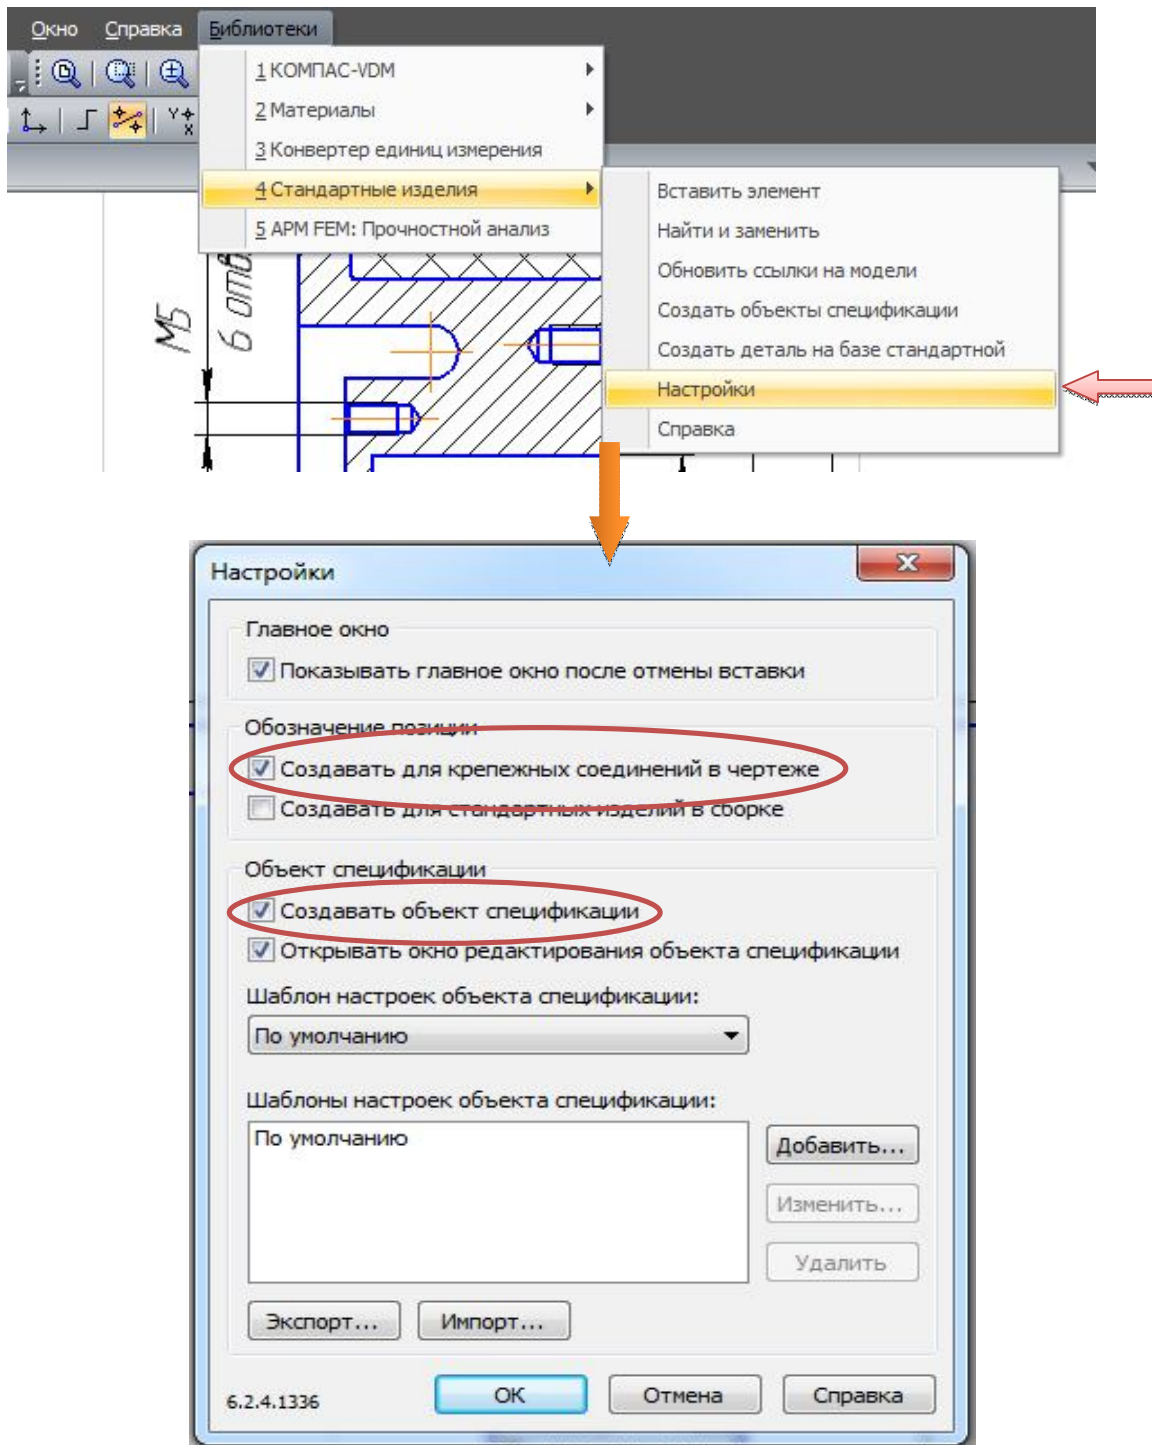

Рис. 2.28. Дополнительные настройки спецификации
- Выполните команду «Библиотеки → Стандартные изделия → Настройки» (рис. 2.28).
- Проверьте состояние опций «Создавать для крепежных изделий в чертеже» и «Создавать объект спецификации» – они должны быть во включенном состоянии. Если это не так, включите опции (см. рис. 2.28).